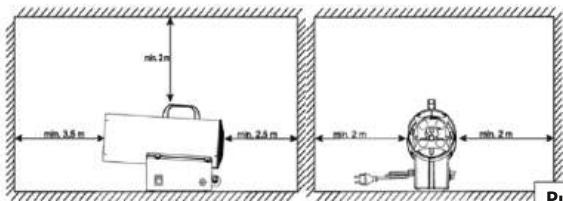

Рис.3
7. **Соблюдайте минимальные расстояния от стен и предметов,** указанные на схеме в инструкции (см. Рис.3).